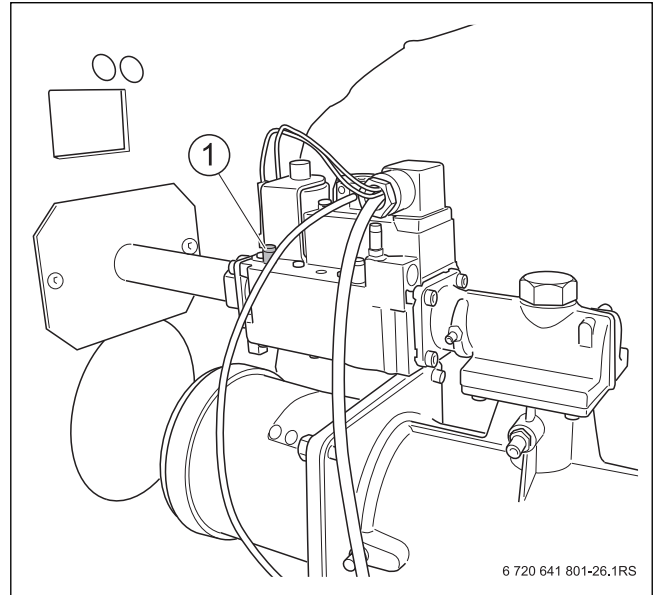

Рис. 31 Удаление воздуха из газопровода (котлы 90/120 кВт)
- ▶ Отверните на два оборота запорный винт штуцера, предназначенного для измерения давления и выпуска воздуха (→ рис. 31, 32, 33, [1], стр. 26, 27), и наденьте шланг.